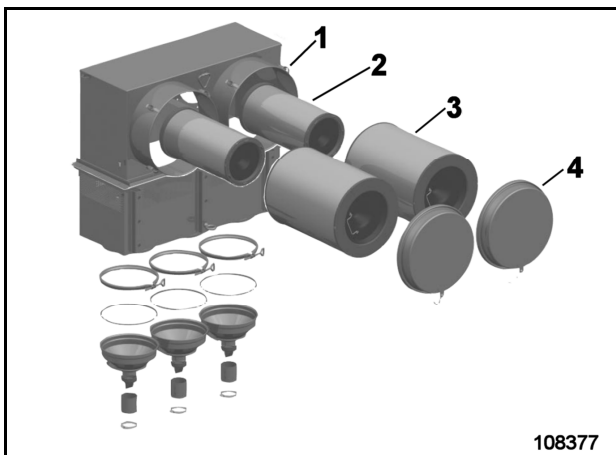

Fig. 3-42:
- Reemplace los elementos de filtro secundarios (2, fig. 3-42) cada tres cambios del filtro primario; como máximo, luego de un año de funcionamiento.
- Retire la tapa (4, fig. 3-42) y el elemento de filtro primario (3) como se describió en la sección "Inspección y reemplazo del elemento de filtro de aire primario".
- Retire el elemento de filtro secundario (2).
- Instale el elemento de filtro secundario Nuevo (2).
- Instale un elemento de filtro primario (3) nuevo como se describió en la sección "Inspección y reemplazo del elemento de filtro de aire primario".